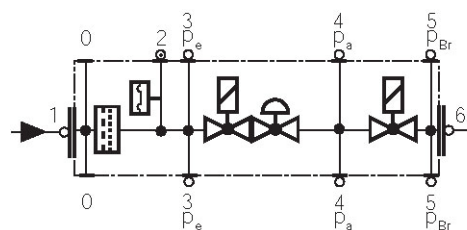

Рис. 42
- Заменяйте фильтр, если разница давления между точками 1 и 3 (Рис. 42)  $\Delta p > 10$  мбар.